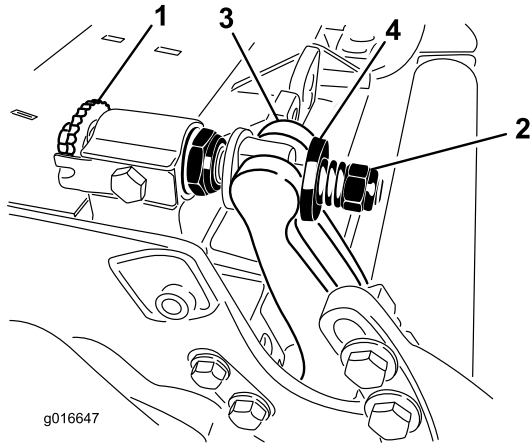

图32
1. 逆时针旋转底刀架调节螺丝，将底刀后撤离开滚刀（图32）。
2. 退出弹簧加压螺母，直到垫圈不再对底刀架（图32）施压。